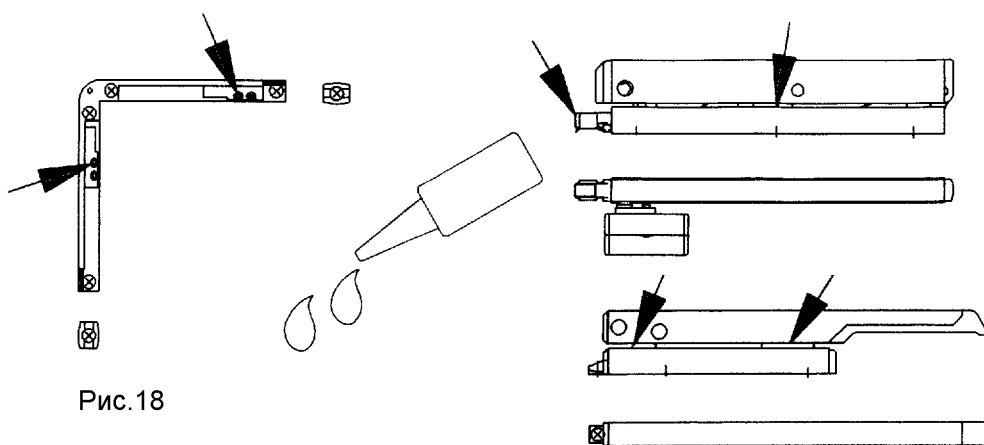

Рис.18
3. Проверить функционирование фурнитуры и смазать трущиеся части Рис.18.